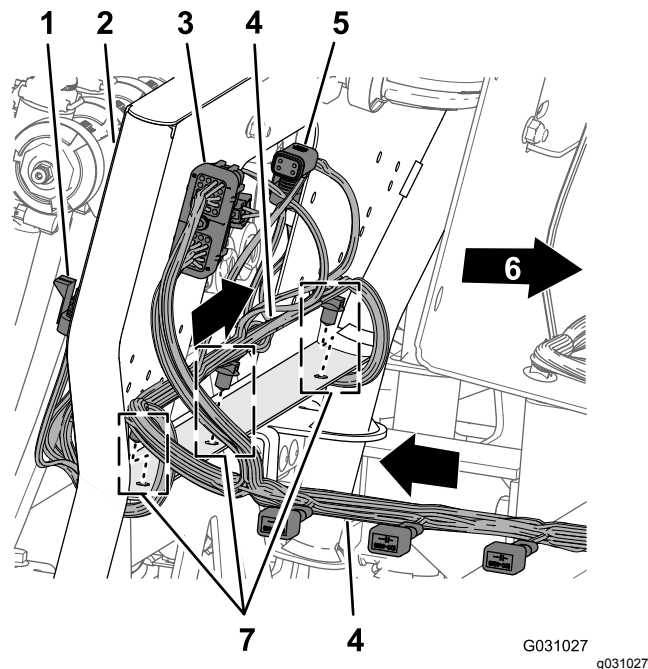

Figura 99
- Disponete la diramazione da 203 cm del cablaggio preassemblato attraverso la parte posteriore del supporto a 10 valvole con i 10 connettori per le valvole degli ugelli all'indietro e sotto le valvole (Figura 99).
- Inserite i fermi a pressione della diramazione del cablaggio preassemblato di 203 cm nei fori del tubo nella flangia inferiore del supporto valvola 10 (Figura 99).